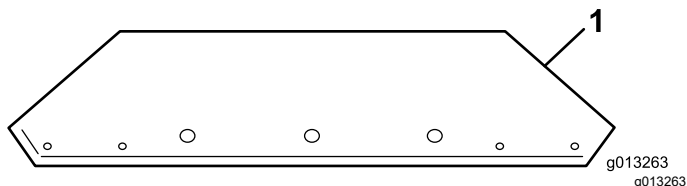
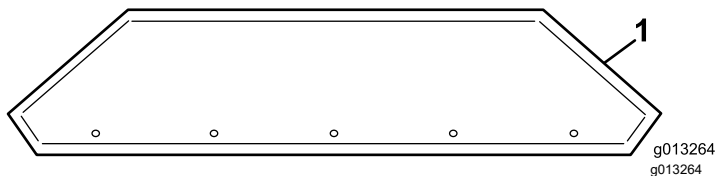

Figura 13
Figura 14
- Retire las extensiones de la tolva del embalaje e identifique la extensión delantera y la trasera (Figura 13 y Figura 14).